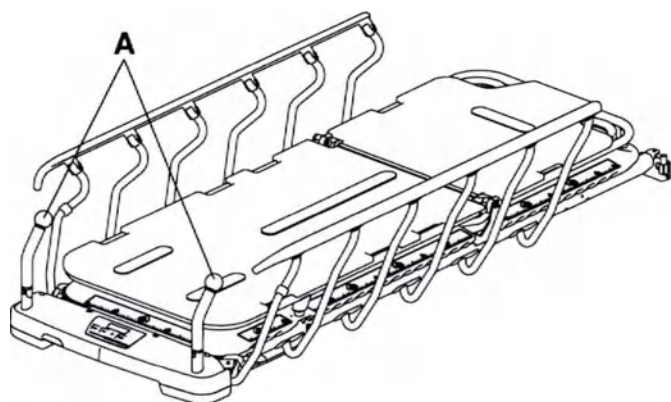

Рисунок 10 – Изменение положения ручек для толкания ножного конца
1. Поверните ручки (A) вверх от ножного конца изделия (Рисунок 10).